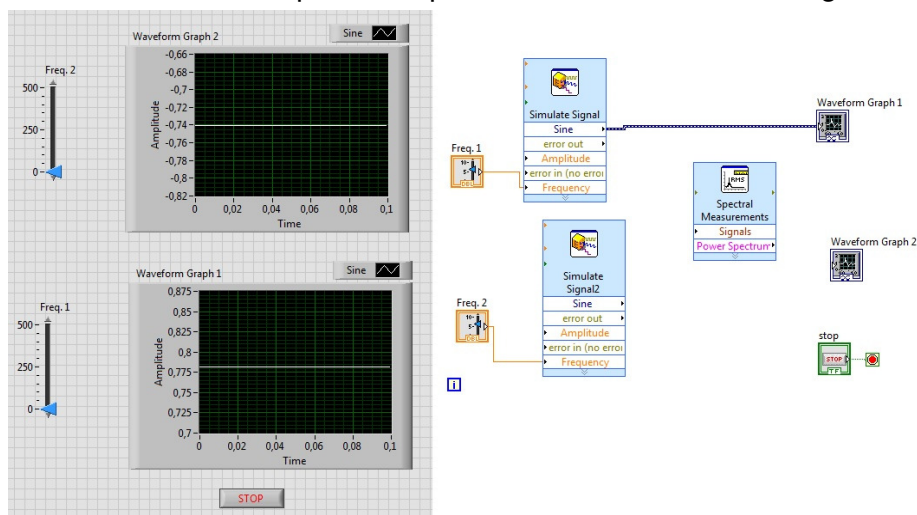

Figura 8 – Ligação dos cursores aos Blocos *Simulate Signal*.
11. Ligue os cursores criados no passo 8 as entradas de frequências dos blocos *Simulate Signal*. Em propriedades nos blocos correspondentes aos cursores, no painel frontal, altere suas escalas para o mínimo de 0 e o máximo de 500. Os Nomeie como Freq. 1 e Freq. 2, conforme indicado na Figura 8.